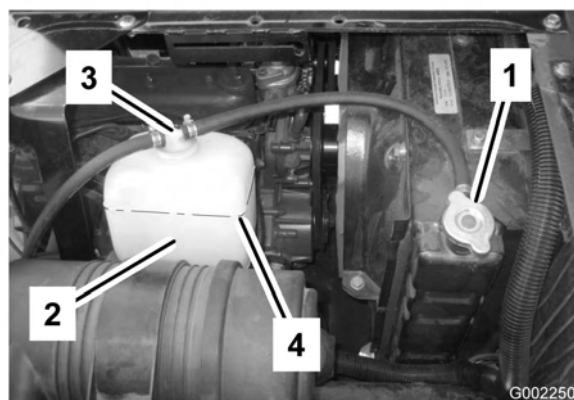

Figura 53
- Cuando el motor se haya enfriado, retire el tapón del radiador (Figura 53).